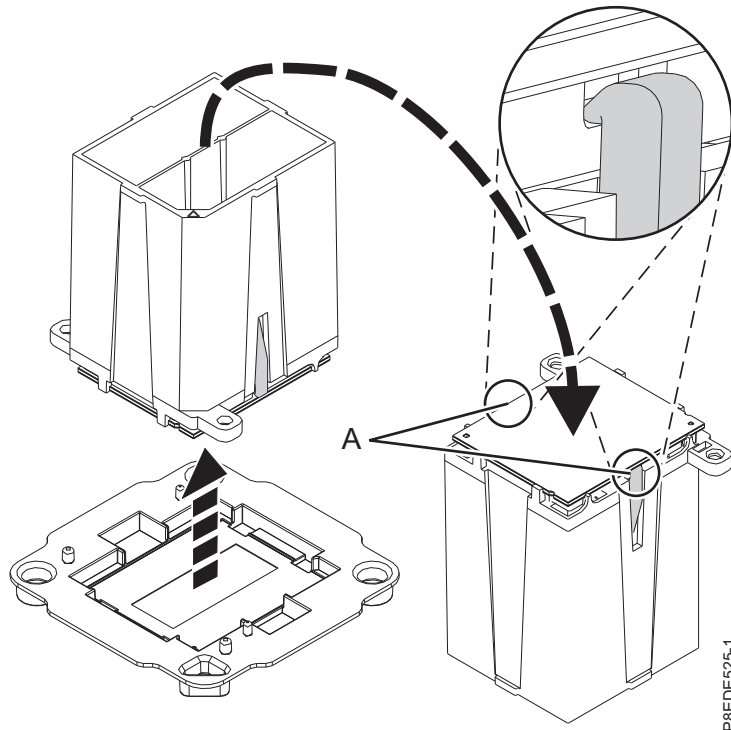

Abbildung 35. Installation des Systemprozessormoduls vorbereiten
- b. Stellen Sie sicher, dass beide Backen (A) das Systemprozessormodul zuverlässig sichern, siehe Abb. 35.